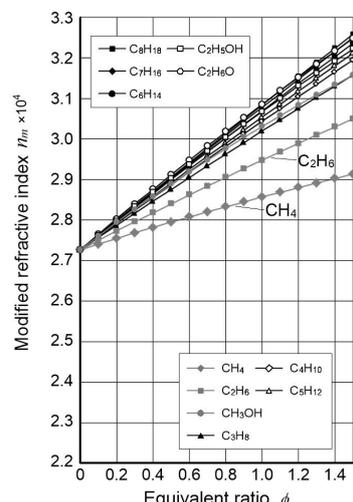

図2 当量比と修正屈折率
- ・図2 (当量比 ϕ と予混合気の修正屈折率 n_m の関係) : メタン, エタンを除き, ほぼ一本の直線で表現できることを発見